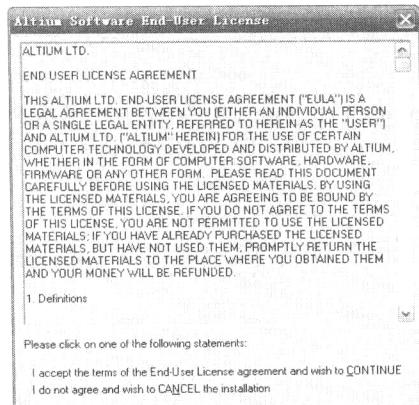

图 1-8 最终用户许可协议界面
(1) 打开“Crack”文件夹，双击“DXP2004SP2.exe”文件，系统将弹出最终用户许可协议界面，如图 1-8 所示。